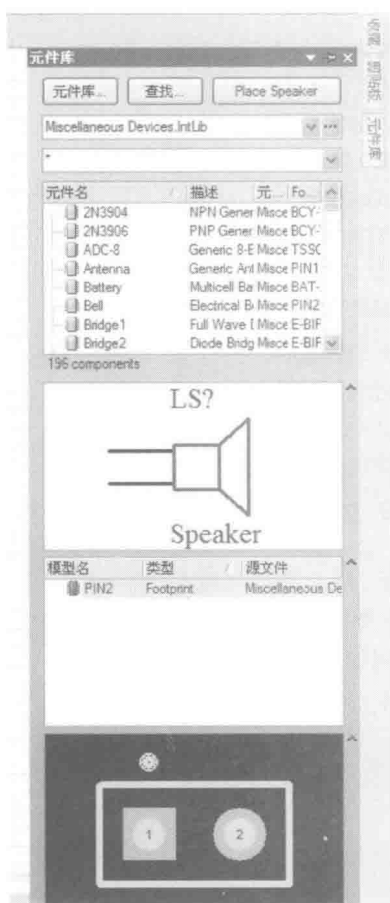

图 1-4 元件库
1) 将光标移动到图样右侧“元件库”的面板标签上，此时会弹出元件库面板，如图 1-4 所示。